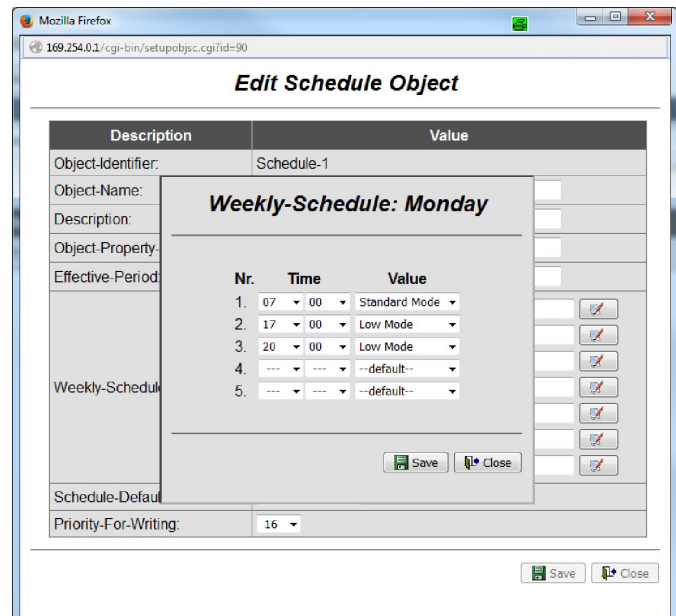

Fig. 30 : Planification hebdomadaire : [jour de la semaine]
- ⇒ La page « Planification hebdomadaire : [jour de la semaine] » (Fig. 30) s'affiche.